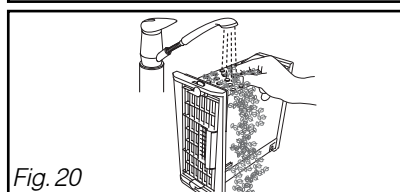

Fig. 20
- Nettoyez-le uniquement avec de l'eau sous le robinet (Fig. 20).